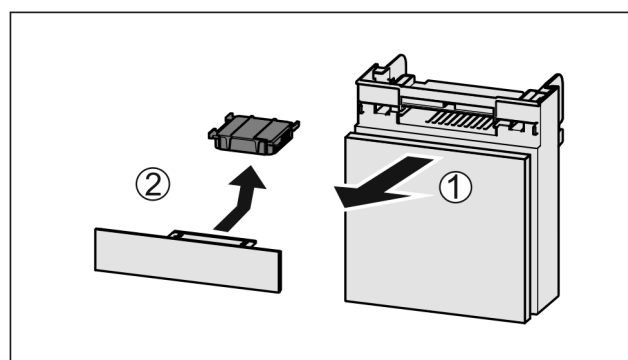

Fig. 73
- Lade vanaf de voorkant eruit trekken Fig. 73 (1).
- Actiefkoolfilter verwijderen Fig. 73 (2).